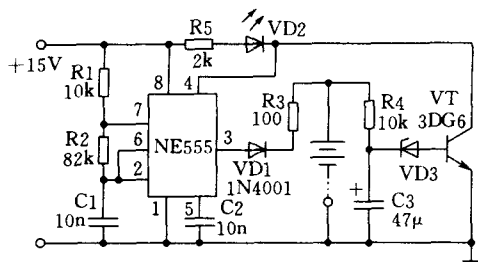

图 2-5 干电池充电器电路图 (I)
干电池充电器电路如图 2-5 所示。NE555 与外围元件 R1、R2、C1 组成一个低频多谐振荡器,当③脚电压突变为高电平时,即可经 VD1、R3 对 4 节干电池进行充电。振荡器的振荡频率由 R1、R2、C1 决定,按图中标的数据,振荡频率约为 80Hz,③脚的电平高低依此频率不停地变化,只有③脚为高电平的那一瞬间才向电池充电,因而这是一种脉冲充电方式,对尚未完全失效的锌锰干电池进行充电非常有效。